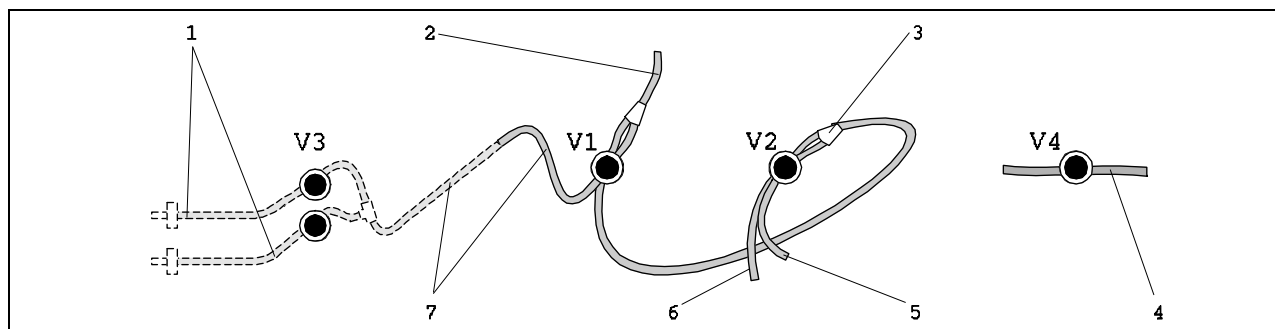

Рис. 12: Клапаны и клапанные шланги
5. Вставьте клапанные шланги в соответствии с Рис. 12. Для транспортировки шланги были удалены с клапанов, чтобы предотвратить их прилипание друг к другу или сдавливание в одном положении в течение долгого периода времени.